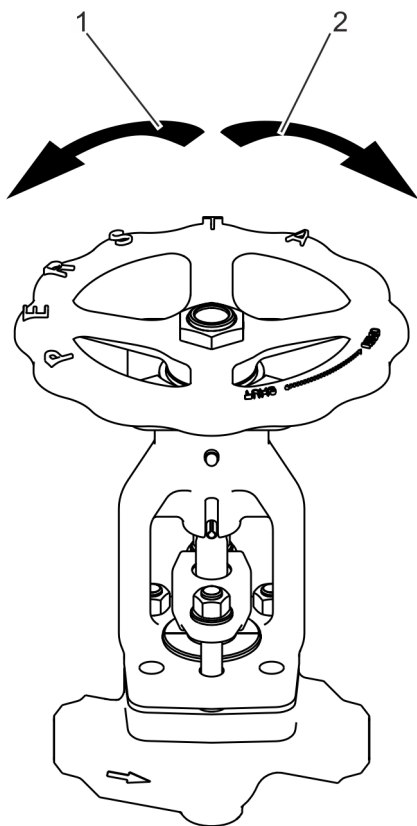

Fig. 17: Vanne : Vue de dessus
2. ➤ Ouvrir complètement la vanne en tournant le volant dans le sens anti-horaire (Fig. 17/1).
3. ➤ Fermer complètement la vanne en tournant le volant dans le sens horaire (Fig. 17/2).